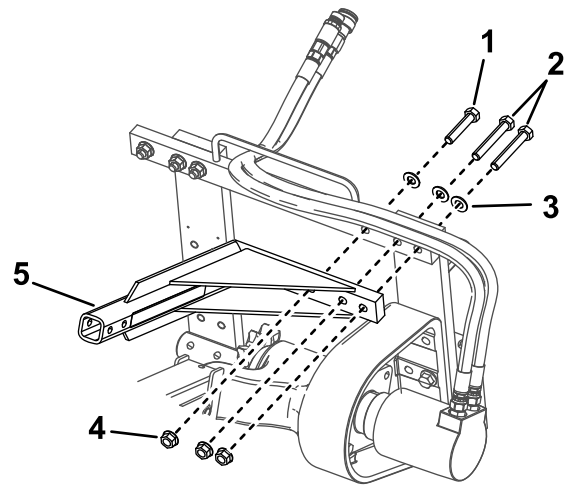

Figura 4
2. Usando los cierres retirados anteriormente, instale la barra de seguridad de la zanjadora tal y como se muestra en (Figura 4).
1. Retire los pernos, las arandelas y las tuercas de la esquina superior izquierda del bastidor de la zanjadora (Figura 4).